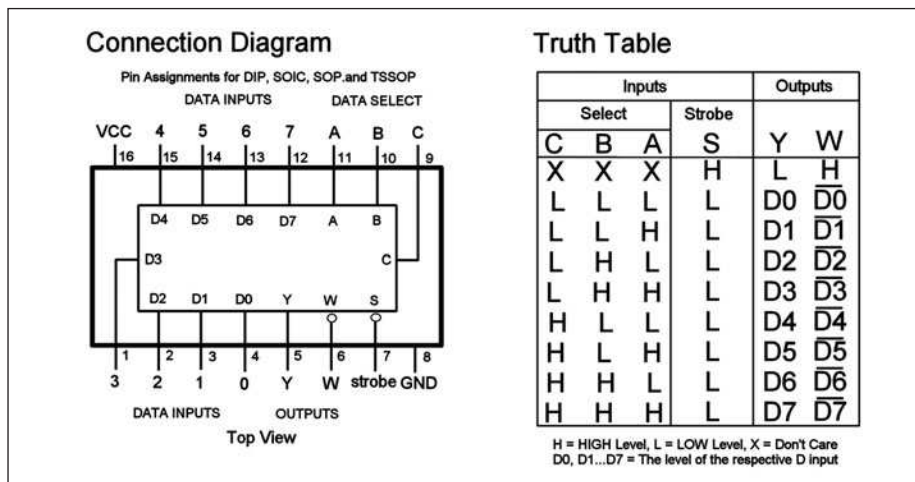

Figura 11: diagramma di connessione e tabella della verità dell'integrato 74HC151.
Si otterrà che l'uscita W presenterà il valore digitale dell'ingresso selezionato, mentre l'uscita Y presenterà il valore negato. Il segnale di STROBE (S) se posto a livello logico basso abilita il multiplexer a svolgere la sua funzione di selettore, viceversa, se posto a livello logico alto, l'uscita Y sarà forzata al livello logico basso e l'uscita W al valore logico alto. In figura 11 è riportato il diagramma di connessione e la tabella di verità.